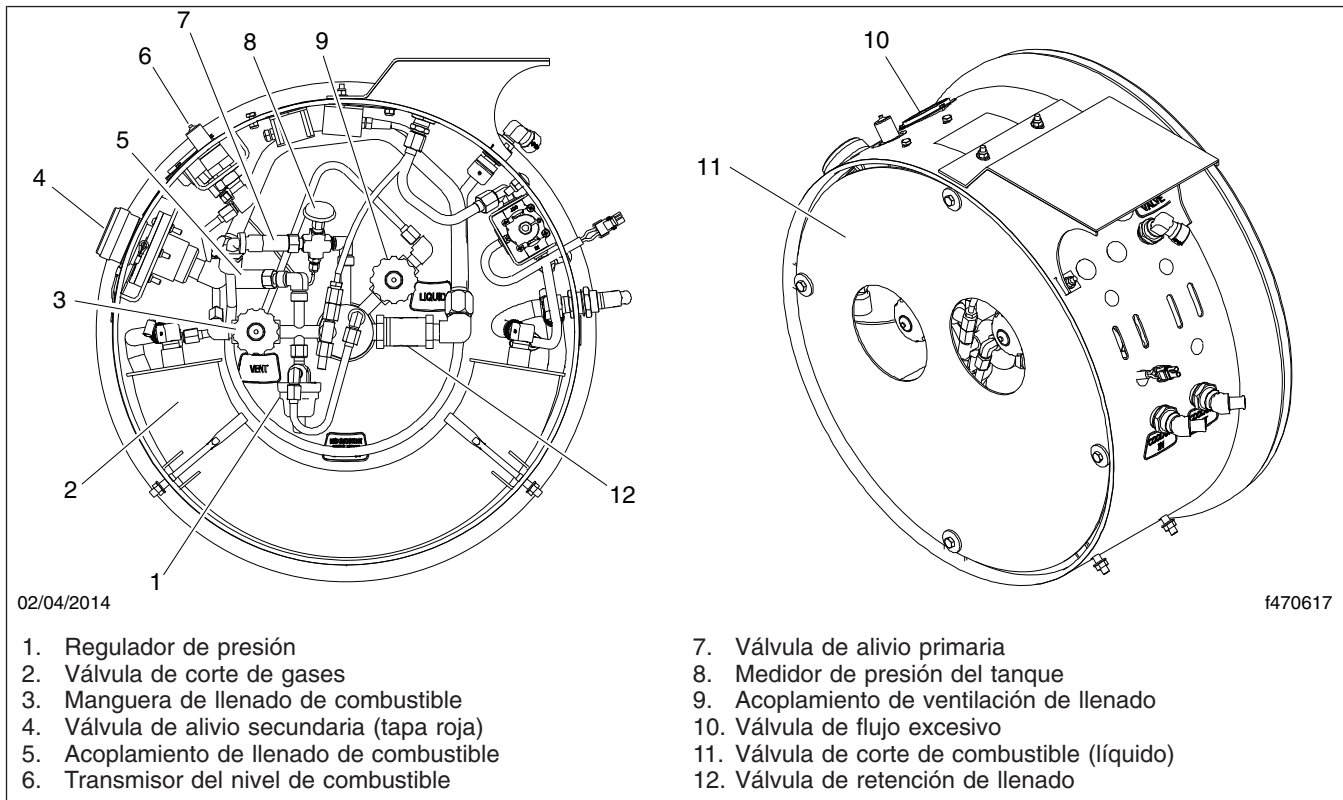

Figura 9, Componentes de la tubería del tanque de GNL
Vea en la **Figura 9** la ubicación de los componentes del tanque de combustible y de la cubierta.
Vea en la **Figura 9** las ubicaciones de los componentes de la tubería.
2. Inspeccione la caja del transmisor de nivel de combustible (**Figura 9**) para ver si tiene indicios de fugas o daños. Asegúrese de que las presillas retenedoras estén instaladas en las orejas de montaje.
2. Revise el medidor de presión del tanque de combustible (**Figura 9**, ítem 8) para asegurarse de que la presión esté dentro del intervalo normal de 120 a 150 psi (827 a 1034 kPa).